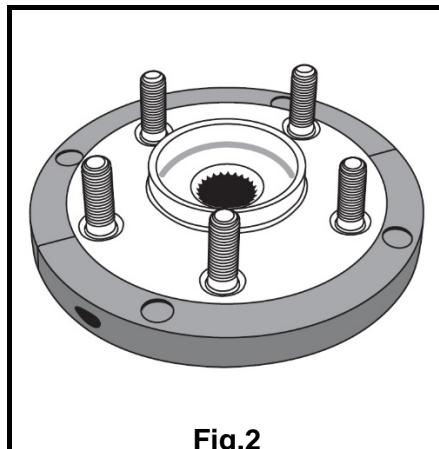
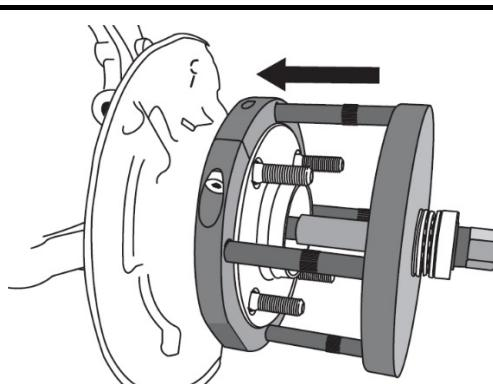

Fig.2
Fig.3
- Assemblez les coques de montage sur la nouvelle unité de roulement et fixez-la au moyen des vis (10) (voir fig.2).
- Montez les quatre goupilles de pression sur la plaque de compression (5). La goupille de pression est sécurisée par le joint torique pour éviter qu'elle retombe de la plaque de compression.
- Posez les goupilles de pression intégrées dans la plaque de compression sur les coques de démontage et guidez la broche (8) à travers la plaque de compression (5) (voir fig.3). Assemblez l'adaptateur de montage (9) de l'arrière sur l'extrémité de la broche (8). L'adaptateur de montage doit être installé derrière, contre le bord extérieur du boîtier du roulement de roue. Veillez à orienter les découpes à l'aide du capteur ABS.